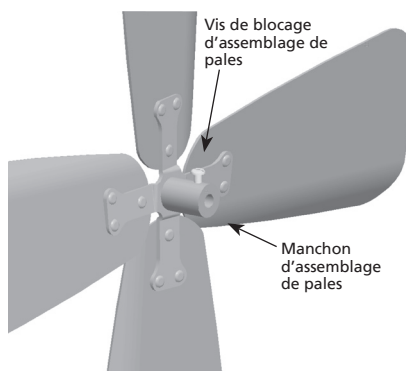

FIGURE 9
22. Desserrer la vis de blocage de l'assemblage de pales de façon à ce qu'elle ne dépasse pas à l'intérieur du manchon d'assemblage de pales. Voir Figure 9.